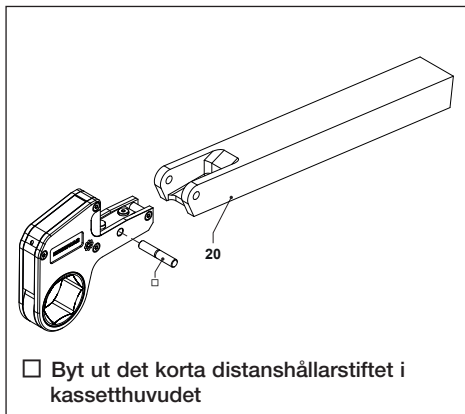

Fig. 6
3.4.1 Montera WTE-seriens förlängda mothållsarm (Fig. 6)
- Montera kassetten i utskärningen på WTE-seriens förlängda mothållsarm (20) så att hålen i armen riktas upp mot hålen i kassetten.